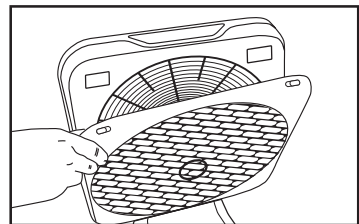

Fig. 2
2. Retire la rejilla del cuerpo hasta que las lengüetas de la parte inferior de la placa de la rejilla se deslicen fácilmente fuera de la unidad. Vea las Fig. 2 y 3.